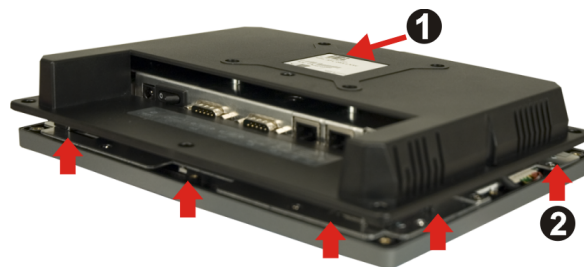

Abbildung 5-2: Entfernen der rückseitigen Abdeckung
Schritt 4: Ziehen Sie die Abdeckung ein Stück nach unten und nehmen Sie sie mit etwas Kraft vollständig ab (**Abbildung 5-2**).